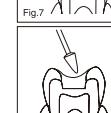

Fig.7
- Durante un máximo de 10 segundos tras el mezclado, comience a colocar la mezcla directamente en la cavidad (Fig. 7).
- Maximum 10 secondes après la fin du mélange, commencer à extraire le matériau directement dans la préparation (Fig. 7).
c) No prazo máximo de 10 segundos depois de misturar, comece a aplicar a mistura directamente na preparação (Fig. 7).